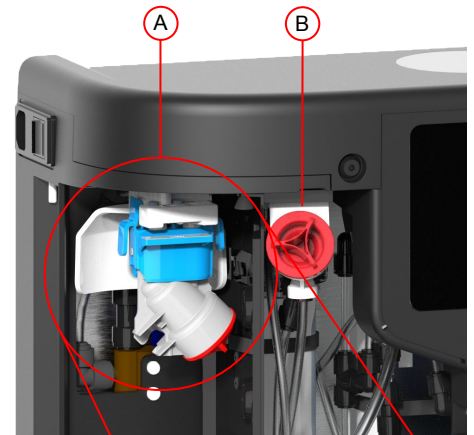

Abb. 1
4. Setzen Sie den Bypass-Block ein, wenn Sie dazu aufgefordert werden, indem Sie ihn fest andrücken (siehe Abb. 1 und 2).